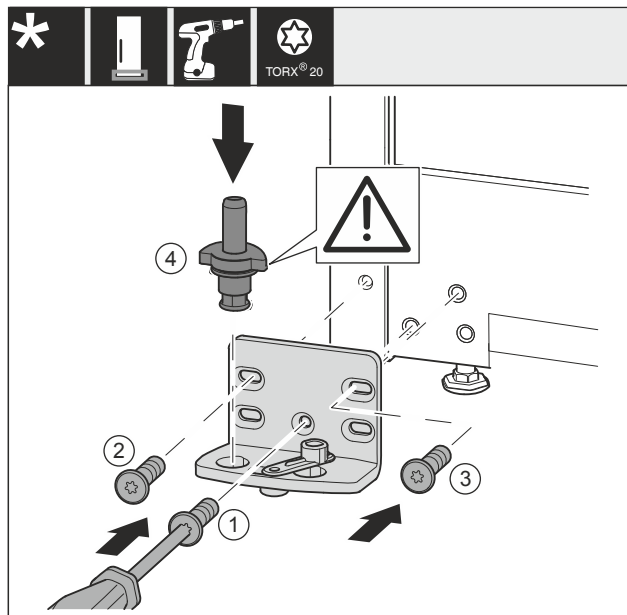

Fig. 37 \*
- ▶ Założyć płytkę zawiasu z drugiej strony i przykręcić śrubokrętem. Rozpocząć od Fig. 37 (1) dolnej umieszczonej na środku.\*
- ▶ Dokręcić śrubę Fig. 37 (2) i Fig. 37 (3)\*
- ▶ Założyć cały trzpień zawiasu Fig. 37 (4). Zwrócić przy tym uwagę, by krzywka zatrzaskowa wskazywała do tyłu.\*